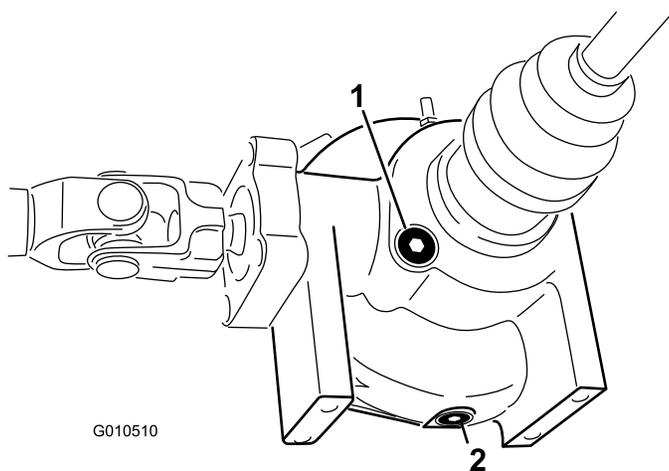

図 21
2. デファレンシャルの側面についている補給・点検プラグの周囲をきれいに拭く 図 21。